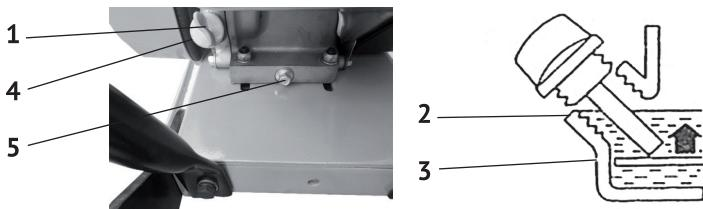

рис.3
Выкрутите пробку-щуп (рис.3 поз.1) из маслозаливной горловины и залейте в картер масло необходимой марки до нижнего края горловины, как показано на рис.3. Вставьте сухой чистый щуп в горловину картера и выньте его. Проверьте уровень масла: граница смоченной области щупа должна располагаться между отметками минимального (3) и максимального (2) уровней.
- на прогретом до рабочей температуры двигателе открутите пробку-щуп (рис.3 поз.1) маслозаливной горловины (рис.3 поз.4);
- открутив болт-пробку маслосливного отверстия (рис.3 поз.5), слейте из картера использованное масло;
- залейте масло в горловину, до нижнего края заливного отверстия, как показано на рис.3.